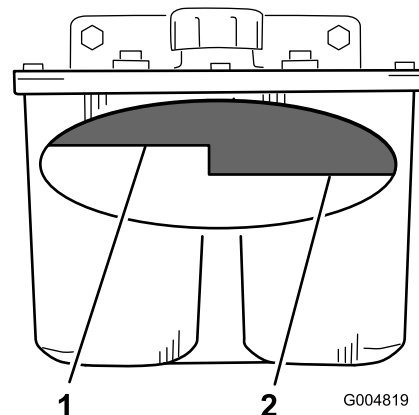

Bild 94
3. Reinigen Sie den Bereich um den Füllstutzen des Hydraulikölbehälters (Bild 94).
4. Nehmen Sie den Deckel vom Füllstutzen des Behälters ab und sehen Sie in den Behälter, ob dieser noch mit Hydrauliköl gefüllt ist (Bild 94).
Hinweis: Der Füllstand sollte bei heißem Öl die Oberkante der heißen Einfüllmarkierung der Zwischenplatte erreichen (Bild 94).